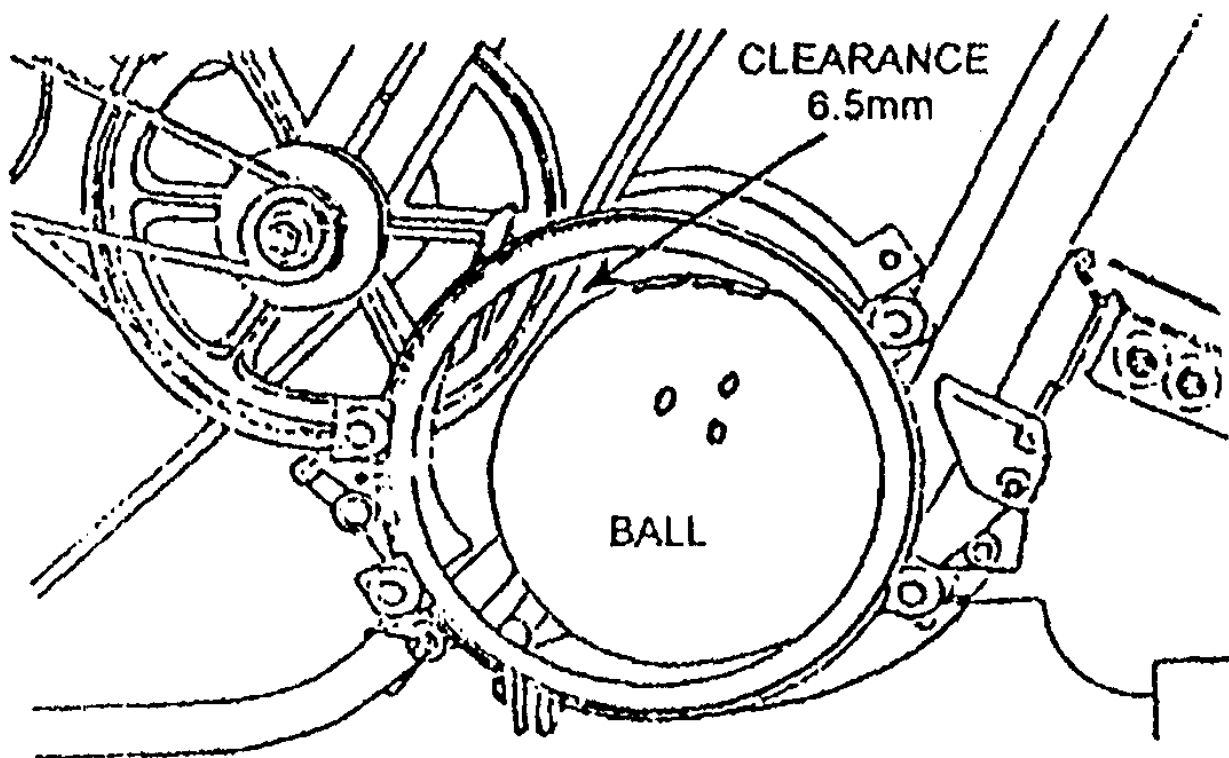

Рисунок 37
1. Поместите шар на подъемный ковш (рис.37). Отрегулируйте расположение резинового буфера так, чтобы зазор между шаром и подъемником составлял менее 6,5 мм.